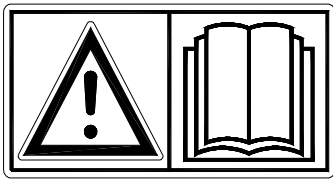

Fig. 1
**Lire et comprendre** (Fig. 1) le mode d'emploi avant la première mise en service du Verti-Quake®.